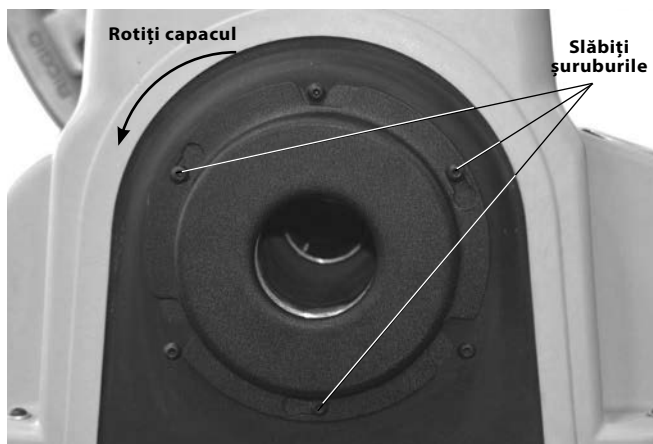

Figura 25A – Îndepărtarea capacului din spate
- a. Asigurați-vă că întrerupătorul REV/OFF/FOR (2/0/1) (Înapoi/Oprit/Înainte) este în poziția OFF (0) (Oprit) și cablul este scos din priză.
- b. Scoateți capacul spate. Slăbiți șuruburile capacului și rotiți capacul pentru demontare (Figura 25A).